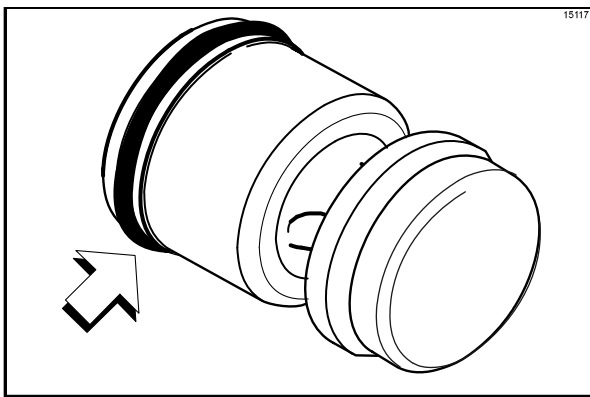

Abbildung 143
2. Bauen Sie den Kolben zusammen. Die rote Runddichtung in die Rille des Kolbens einsetzen. Diesen Dichtring NICHT schmieren. (Siehe Abbildung 143.)